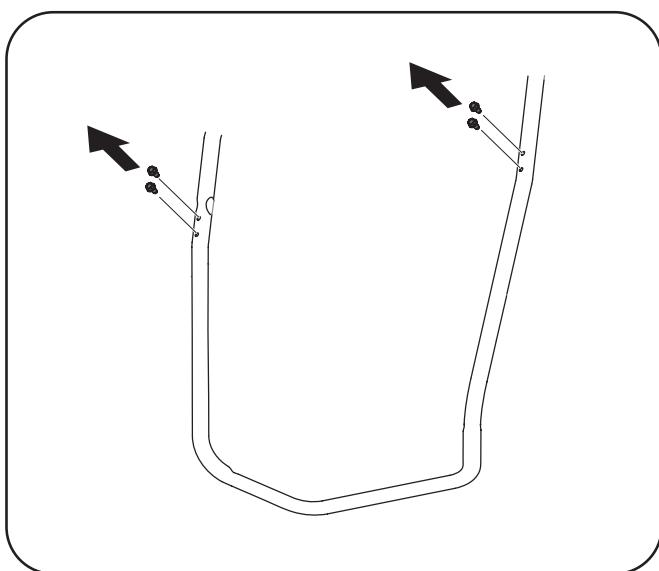

Figure 3-6
2. Utilisez les quatre vis à rondelle hex. qui se trouvent sur la commande de rotation de la goulotte (deux de chaque côté). Voir la Fig. 3-6.